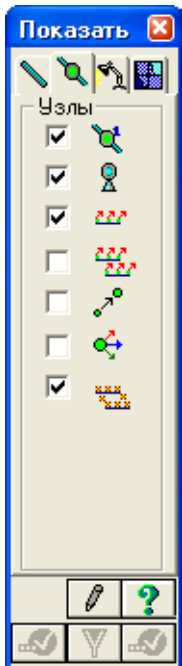

Рис.9.5. Диалоговое окно **Показать**
- В диалоговом окне **Показать** (рис.9.5) перейдите на вторую закладку **Узлы** и установите флажок **Номера узлов**.